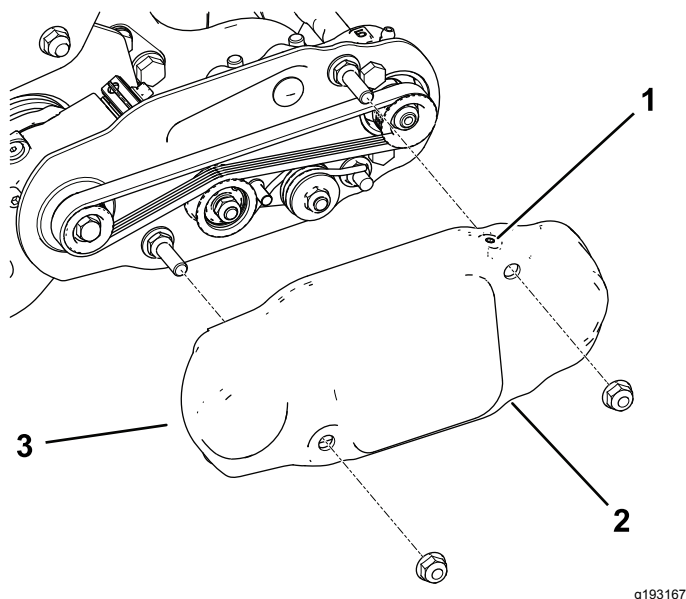

Рисунок 16
2. Наденьте кожух ремня на монтажные болты и закрепите его двумя фланцевыми гайками (Рисунок 16).